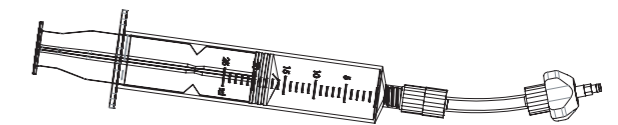

Fig.1
- Remplissez 1/4 de la seringue de l'extrémité de l'étrier avec du liquide DOT et chassez l'air par le haut. **Fig.1**